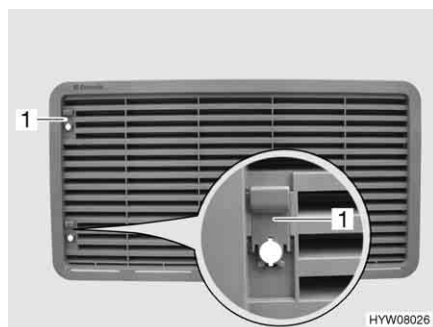

Fig. 84 Griglia di aerazione del frigorifero (con cursore)
- Spingere il cursore (Fig. 84,1) verso l'alto.